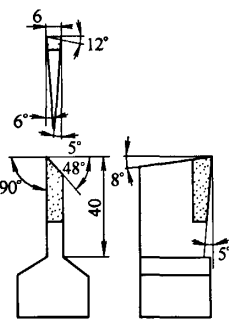
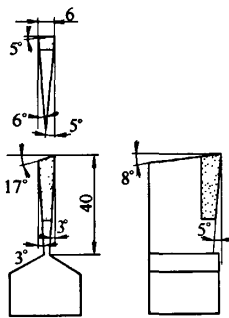

图 2
图 3
工件外形复杂,根据机床的特点,使用数控车床,较易实现其复杂形状的加工,选择 CKA6780 数控车床进行加工。粗精加工分开,设计制造内孔定位的心轴,压板装夹结构的夹具,使加工受力均匀合理、方便,减少工件变形。用计算机计算出相切、相交的坐标位置尺寸,编制精车程序。斜角与圆弧相切,使用一把特殊切刀切削(见图 2),其副偏角必须大于 48°,以减少与工件的摩擦。内孔与内端面使用一把特制切刀切削(见图 3)。斜角与沟槽相交,使用一把普通成形切刀来切削。
(2) 加工工艺过程 ①精车内孔及两端面。以
$\phi 490\text{mm}$ (此时该部位有加工余量) 外圆定位装夹,用图 3 所示刀具加工内孔 $\phi 450\text{mm}$ 及内端面,内端面要车至大于 490mm 直径,再车外端面,保证 105mm 宽度,挖沟槽 9.5mm。②倒面、精车外圆,以内孔 $\phi 450\text{mm}$ 心轴定位,压板压紧其端面。用普通成形切刀车外端面,精车外圆 $\phi 490\text{mm}$ 、端面 84mm,车斜角,挖沟槽 5mm;用图 2 所示车刀加工斜角与圆弧。